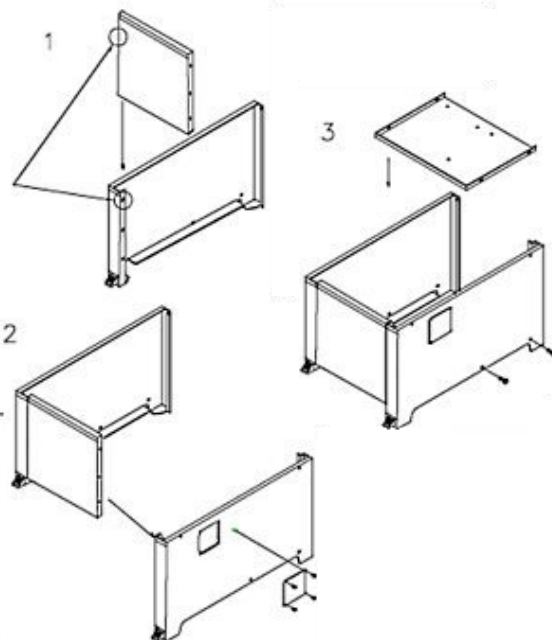
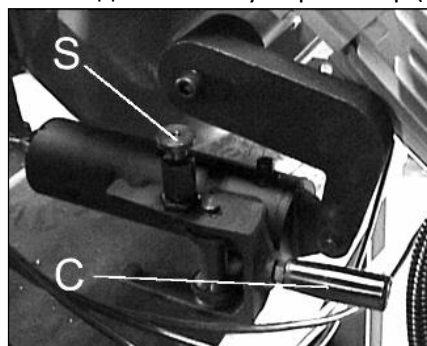

Рис.3
Рис.7
- Соедините вертикальные панели, вставив шип в паз (Рис.3)
Выберите скорость движения полотна рукояткой (F, рис.3).
Выберите режим работы переключателем (B, рис.3). Если планируется опускание рамы под действием ее веса, необходимо перевести вилку (C, рис.7) в продольное положение. Для перевода вилки необходимо вытянуть фиксатор (S, рис.7)